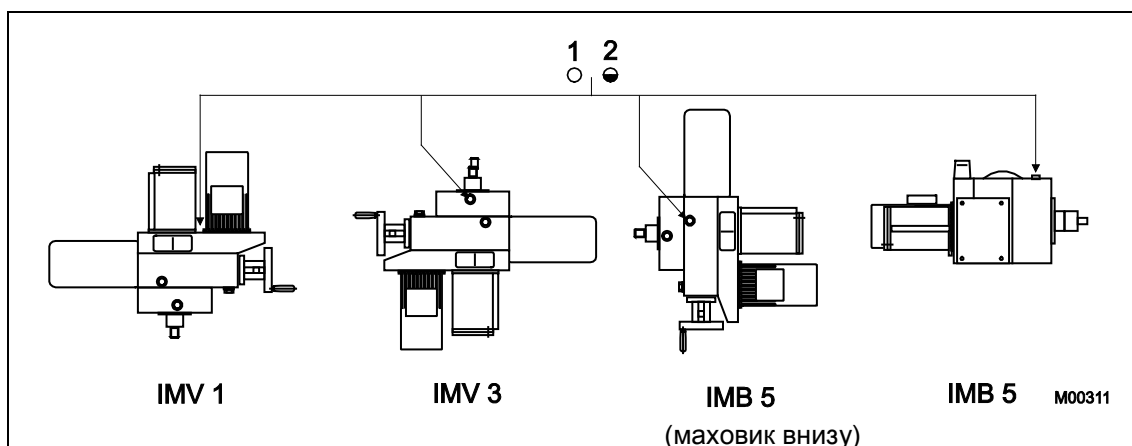
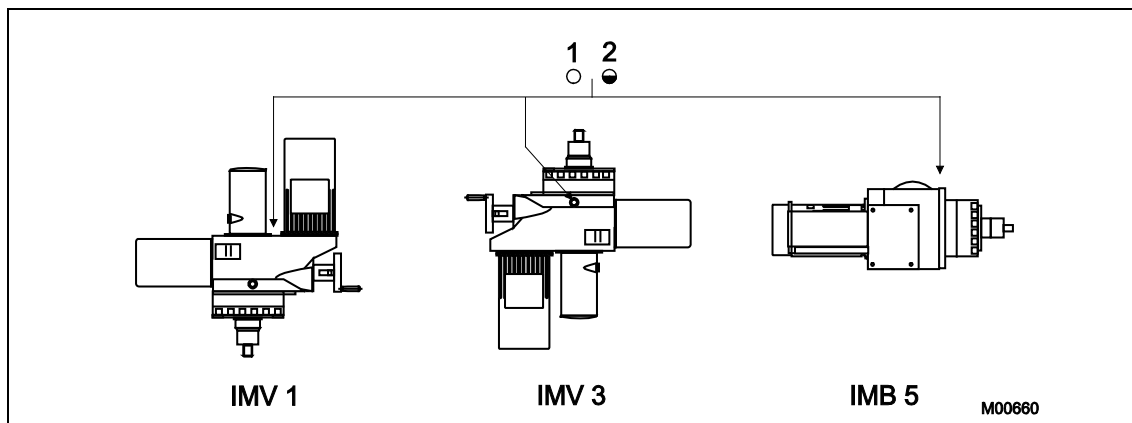

Рис. 4: Монтажные положения
Рис. 5
- В случае отклонения монтажного положения от положения IMV 1 (см. **Рис. 4** и **Рис. 5**) проверить уровень масла, при необходимости дозаправить масло.
- После монтажа привода вставить в верхнее маслозаливное отверстие воздушный клапан (см. **Рис. 4** и **Рис. 5**).
Допускаются монтажные Рис. 4 положения, изображенные на Рис. 5 и Тем не менее, из соображений удобства монтажа и обслуживания наиболее предпочтительно положение IMV 1. Перед вводом в эксплуатацию следует проверить уровень масла, соответствующий выбранному монтажному положению, см. главу 7.4 „Объемы заливки“.